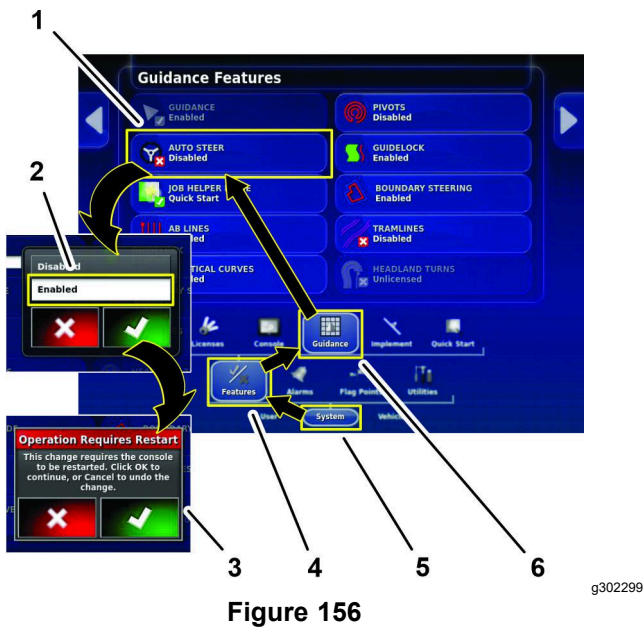

Figure 156
3. Appuyez sur l'icône SYSTÈME, l'icône CARACTÉRISTIQUES, et l'icône GUIDAGE (Figure 156).
4. Appuyez sur l'icône AUTO STEER  (Figure 156).
5. Dans la boîte de dialogue, appuyez sur l'icône ACTIVATION puis sur l'icône de confirmation (Figure 156).
6. Dans la boîte de dialogue Redémarrage obligatoire, appuyez sur l'icône de confirmation (Figure 156).